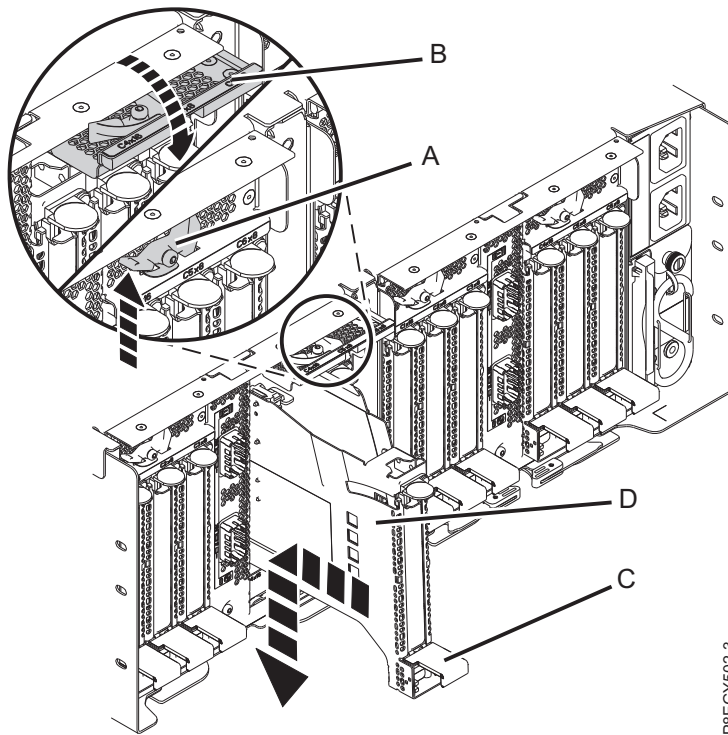

Figure 99. Remise en place d'une cassette de cartes PCIe vacante dans le tiroir d'extension PCIe3
- b. Saisissez avec précaution le bord supérieur de la cassette de cartes (**D**) et alignez cette dernière avec l'emplacement. Voir figure 99, à la page 98.
- d. Une fois la cassette de cartes PCIe (**D**) insérée dans son emplacement, appuyez sur la poignée de la cassette (**C**) pour fixer la cassette de cartes (**D**) dans son connecteur. Voir figure 99, à la page 98.
- e. Faites pivoter la porte de verrouillage (**B**) vers le bas et appuyez dessus afin de la placer en position fermée, comme illustré dans la figure 99, à la page 98. Le loquet de verrouillage (**A**) se bloque automatiquement.